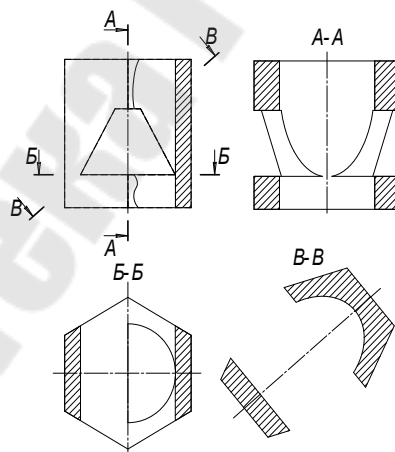

Рис. 109
5. Для построения **горизонтального** разреза проведем через нижнюю плоскость отверстия на виде спереди линию разреза *Б-Б*. Предварительно обязательно двумя щелчками левой кнопки мыши вид спереди следует сделать текущим. Затем строится горизонтальный разрез (рис. 109).